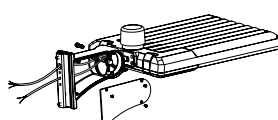

Fig 5
Étape 2 : Faire passer le fil à travers le support. (Fig. 5)